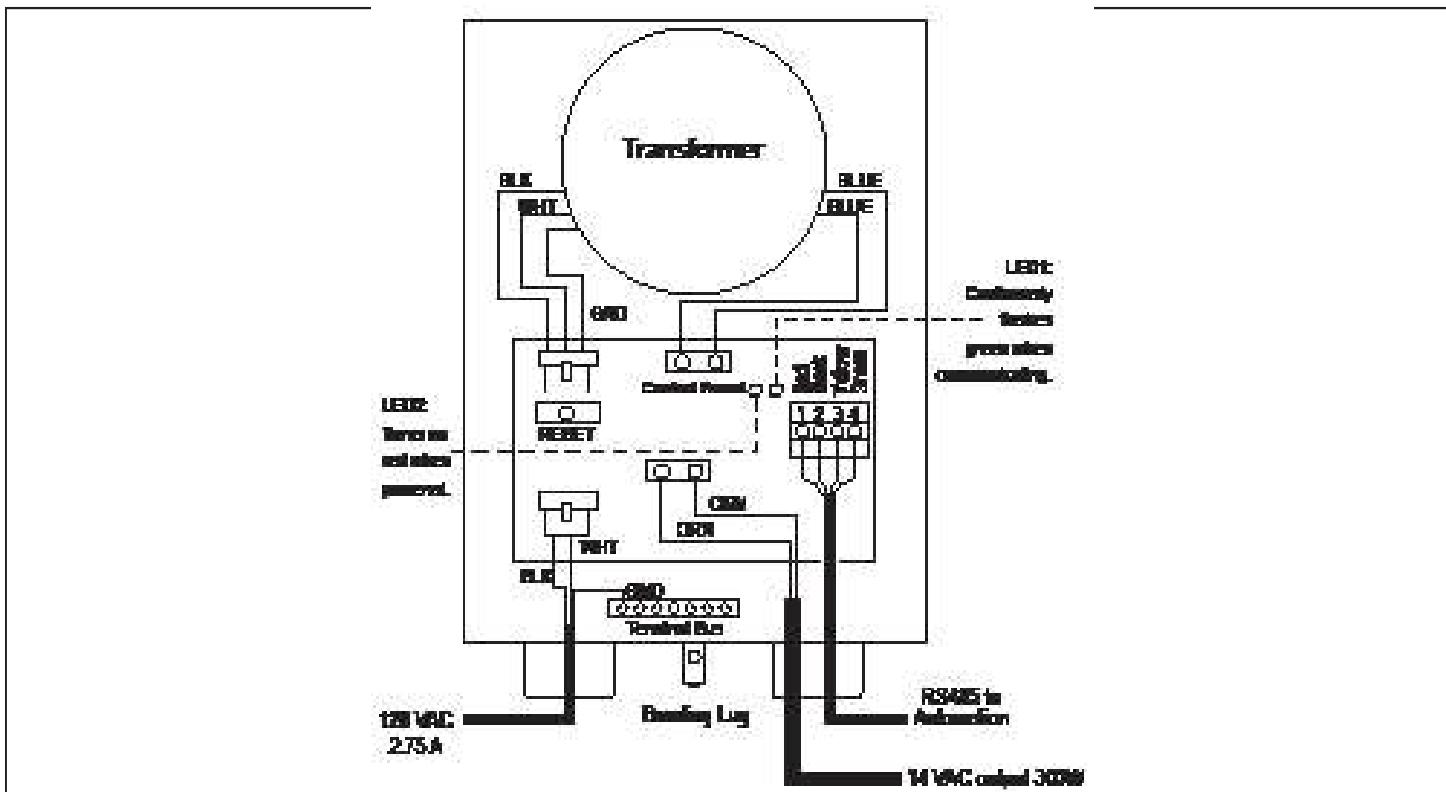

Figure 8. Câblage des jets laminaires DEL Infinite WaterColors au contrôleur pour luminaire
3. Utiliser les capuchons de connexion pour connecter les câbles à basse tension, le câble noir du jet luminaire vers le câble orange du contrôleur pour luminaire et le câble blanc du jet luminaire vers le câble orange du contrôleur, voir Figure 8.